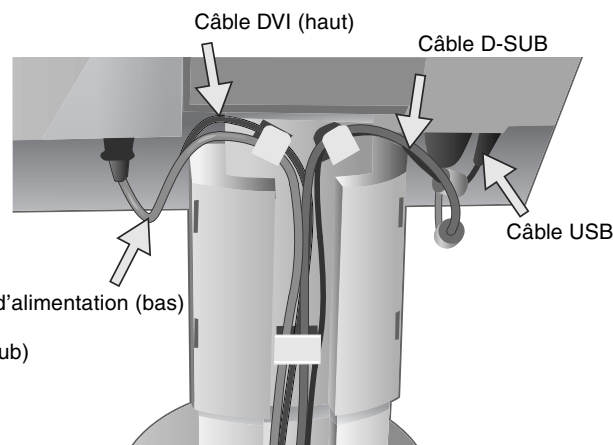

Figure C.2
5. Pour une bonne gestion du câblage, placez les câbles selon l'ordre suivant : Câble d'alimentation, câble DVI, câble D-Sub et câble USB (**Figure C.2**).